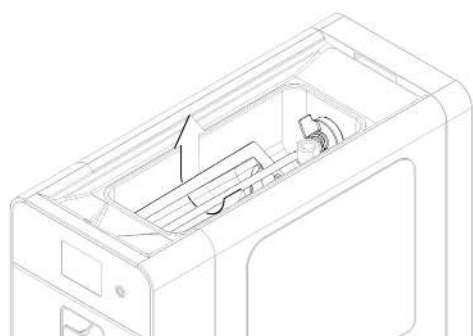

figura 17
**2** Se presente, rimuovere il mescolatore dalla vasca superiore. (vedere figura 17)